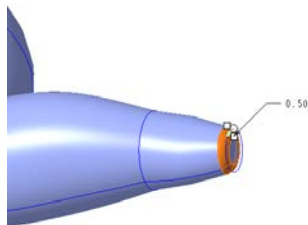

图 13-146 圆角 2
- 5 使用同样的方法，单击“倒圆角”按钮，设置圆角半径为“0.5”，选择图 13-146 所示的边链，单击“完成”按钮，完成圆角 2。